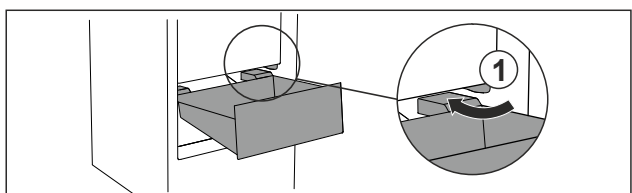

Fig. 72
- ▶ Zásuvku ved'te šikmo podél zářezek Fig. 72 (1).